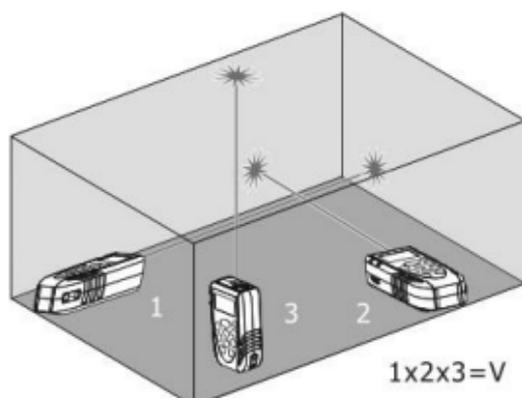

Abb. 6: Beispiel von Volumenmessung
3. Drücken Sie die  Taste zur Durchführung der ersten Messung (Länge) der Oberfläche (siehe Abb. 6). Der entsprechende Wert erscheint auf dem ersten Teildisplay. Das Symbol  erscheint auf dem Display mit blinkender Seite "1"
4. Drücken Sie die  Taste erneut zur Durchführung der zweiten Messung (Breite) der Oberfläche (siehe Abb. 6). Der entsprechende Wert erscheint auf dem zweiten Teildisplay. Der Wert der entsprechenden Oberfläche erscheint im Ergebnisdisplay. DE - 12 Das Symbol
5. Drücken Sie die  Taste erneut zur Durchführung der dritten Messung (Höhe) (siehe Abb. 6). Der Gesamtwert des Volumens erscheint im Ergebnisdisplay